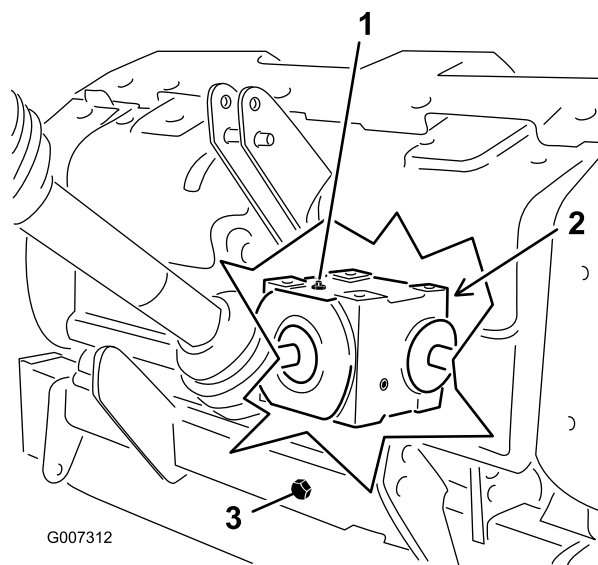

Figura 30
2. Retire el tapón de verificación de la caja de engranajes (Figura 30).
3. Asegúrese de que el aceite llega hasta la parte inferior del orificio del tapón de verificación de la caja de engranajes (Figura 30).
- Limpié cualquier suciedad del tapón de llenado y del tapón de vaciado para evitar cualquier contaminación (Figura 30).